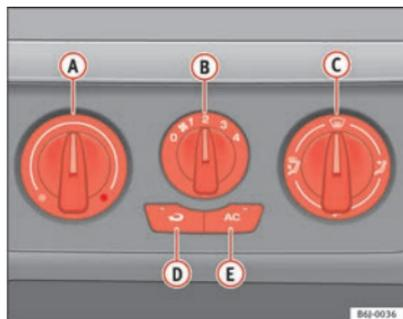

Fig. 86 Comandos do aquecimento no painel de instrumentos
- Com os reguladores ⇒ fig. 86 (A) e (C) e com o comando (B) é ajustada a temperatura, a distribuição do ar e a velocidade do ventilador.
- Prima o botão (D), para ligar e desligar a recirculação do ar. Quando a função estiver activa, acende-se um aviso luminoso no botão.